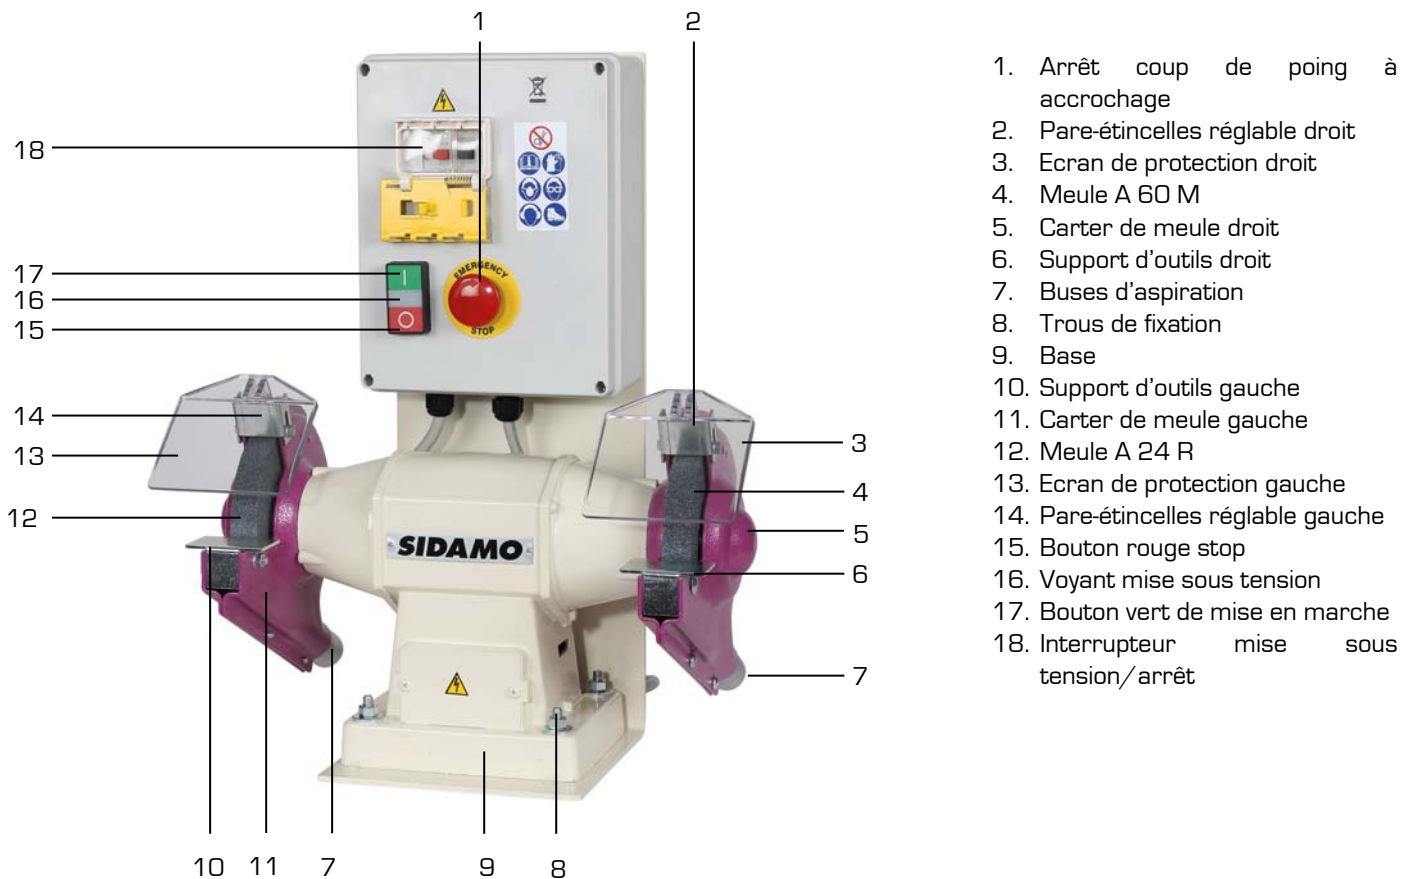

Figure 1
3. Fixer le touret sur le socle ou sur l'établi en introduisant 4 vis (M6) dans les trous (15 fig.1) puis les bloquer fermement au moyen d'écrous appropriés.
1. Fixer les pare-étincelles (3 et 10 fig.1) sur les carters des meules (1 et 8 fig.1) et les régler à **5 mm** au maximum du bord périphérique des meules.
2. Extraire du sachet contenu dans l'emballage les écrans de protection transparents (4 et 11 fig.1) puis les fixer sur les pare-étincelles (3 et 10 fig.1) et les régler de façon à protéger l'opérateur.
3. Fixer les supports d'outils (5 et 9 fig.1) sur les carters des meules (1 et 8 fig.1) et les régler à **2 mm** au maximum du bord périphérique des meules.
2. Démonter le pare-étincelles (3 ou 10 fig.1) et le support d'outils (5 ou 9 fig.1).
5. Appuyer sur l'interrupteur de mise sous tension (18 fig.1).
6. Le voyant (16 fig.1) indique la mise sous tension du touret.
7. Désenclencher l'arrêt coup de poing à accrochage (1 fig.1).
8. Appuyer sur le bouton vert de mise en marche (17 fig.1).
9. Approcher progressivement la pièce à meuler au contact de la meule, en vous appuyant sur le support d'outils (5 ou 9 fig.1).